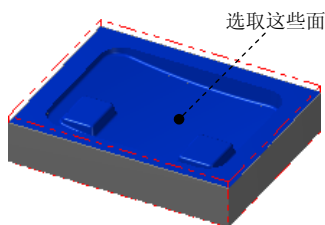

图 10.6 选取加工面
(1) 选取加工面。在图形区中选取图 10.6 所示的面 (共 68 个面), 然后按 Enter 键, 系统弹出“刀具路径的曲面选取”对话框。